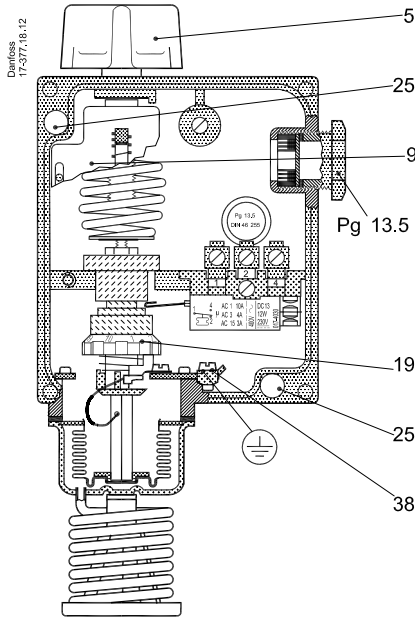
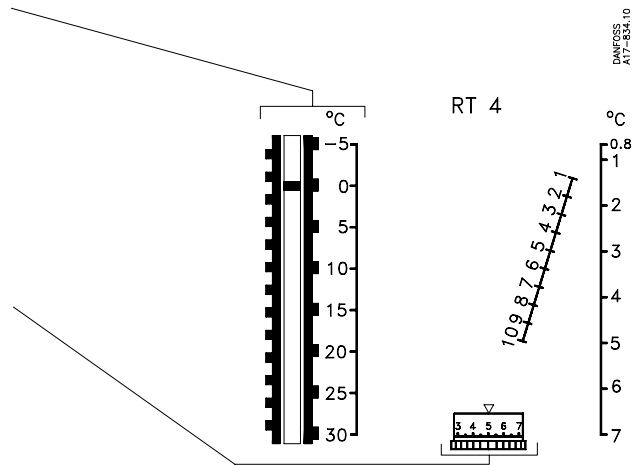

Fig. 1
Fig. 2
by rotating the knob (5) (fig. 1), and at the same time reading the main scale (9) (fig. 1).
The differential is set by rotating the differential adjusting nut (19) (fig. 2) according to the nomogram concerned (fig. 2 – 5).
Indstillingen udføres med håndknappen (5) (fig. 1) under samtidig aflæsning af hovedskalaen (9) (fig. 1). Differensen indstilles med differensrullen (19) (fig. 2) efter det pågældende nomogram (fig. 2 – 5). Højeste aktiveringstemperatur er lig summen af indstillingstemperatur og differens.